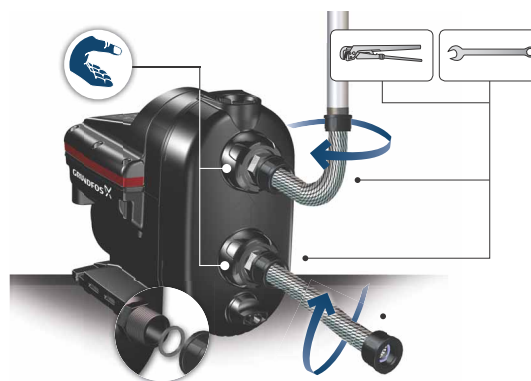

Fig. 3 Sådan monteres tilslutningerne
2. Montér derefter tilslutningerne på tilgang og afgang, mens du holder tilslutningerne med den ene hånd og spænder omløberne med den anden hånd. Se fig. 3.